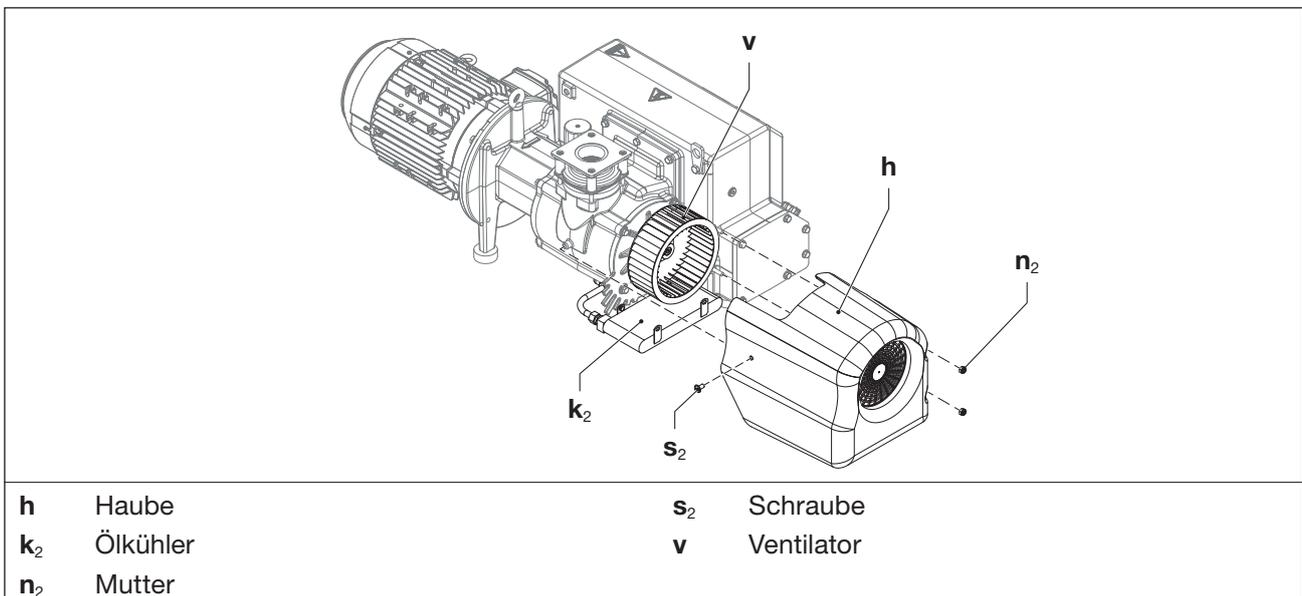

Abb. 9 Ölkühler
- b) Eine Schraube (Abb. 9/s₂) und zwei Muttern (Abb. 9/n₂) an der Haube lösen.
- c) Haube (Abb. 9/h) von der Pumpe abnehmen.
- d) Ölkühler (Abb. 9/k₂) abblasen und von außen reinigen (feucht abwischen).
- e) Ventilator (Abb. 9/v) reinigen / abblasen und auf Beschädigungen prüfen. Maschine nur mit einem technisch einwandfreien Ventilator betreiben.
- f) Lüftungsschlitze an der Haube (Abb. 9/h) reinigen / abblasen.
- g) Haube wieder auf die Pumpe aufschieben und mit der Schraube (Abb. 9/s₂) und den Muttern (Abb. 9/n₂) befestigen. Anzugsmoment: 5 Nm